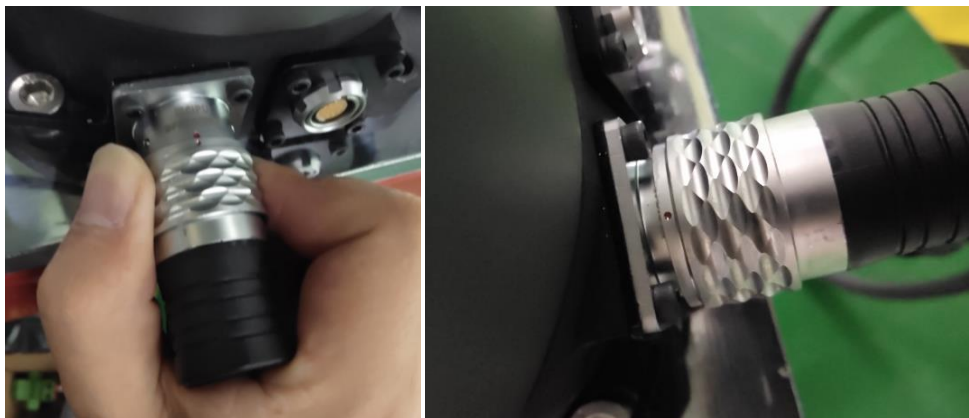

图 5-8 本体电源线插接示意图
**步骤1** 将“本体电源线”航空插头一端，插接到机器人本体的 48V d.c.电源接口处；航空插头为快插式，插接航空插头时，将航空插头外壳上的红点对准机器人本体 48V d.c.电源接口航空插座上的红点，手握航空插头插接到底，听到金属弹片回弹的声音“咔”，则表示已插接到位。插接到位示意图如图 5-8 所示。